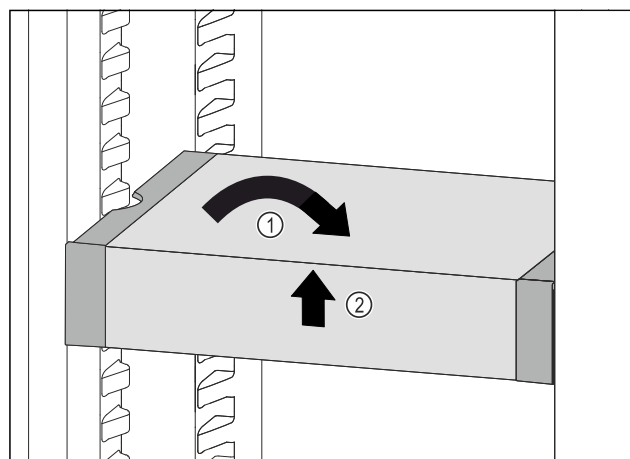

Fig. 100
- ▶ Placer VarioSafe lige Fig. 100 (1)
- ▶ Løft VarioSafe op foran Fig. 100 (2)